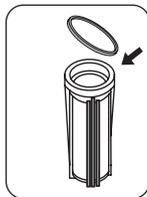

Fig. 28
- f) Coloca el sello del vaso asegurando que asiente a lo largo y al fondo de la ranura. (Ver Fig. 28).